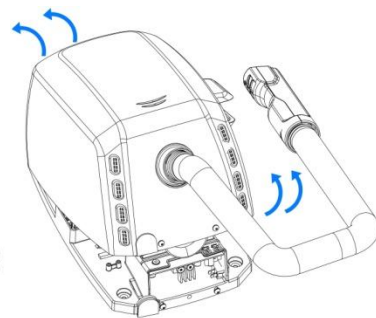

Fig. 3
- Retirer le châssis en le maintenant toujours incliné (Fig. 3) jusqu'à extraire complètement le rebord supérieur, en faisant attention à :